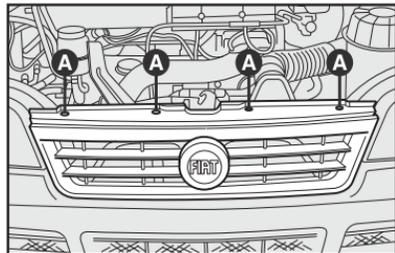

fig. 9
1) Remover a grade dianteira retirando os parafusos **A-fig. 9**.